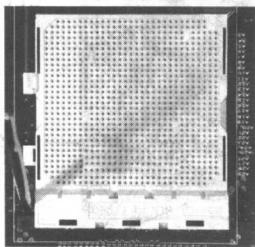

图 1-4 Socket 940 插座
(3) Socket 940 插座：它是最早发布的 AMD 64 位接口标准。它采用的是针脚式接口方式，针脚数为 940 针，目前采用此接口的有服务器/工作站所使用的 Opteron 以及最初的 Athlon 64 FX。目前 Athlon 64 FX 已经改用 Socket 939 接口，所以目前 Socket 940 是 AMD 公司服务器/工作站 CPU 的专用接口。支持 Socket 940 插座的主板必须采用 6 到 9 层 PCB，必须采用带 ECC 校验的 DDR 内存。如图 1-4 所示就是 Socket 940 结构的 CPU 插座。